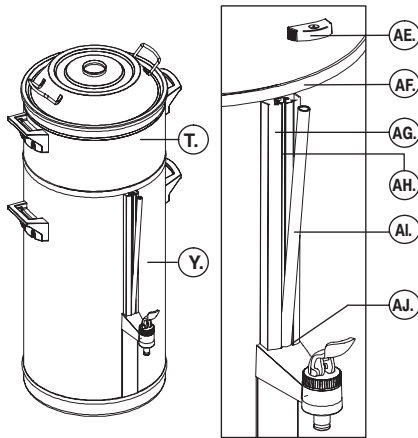

Fig. 10 Rengjøring av nivåglasset
• Rengjør nivåglasset (fig.10) :